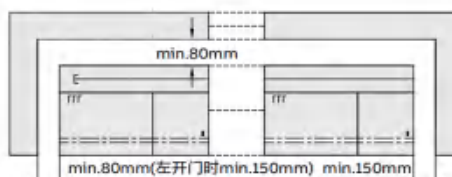

图2 侧出线柜体距离墙面的距离
- 侧出线开关柜距离墙壁需保留至少80mm的距离。(见图2)
- 为了能够容易的放置最右侧的一个开关柜，成排布置的开关柜右开门时，与墙面至少需保留150mm的距离。(见图2)
- 若开关柜为左开门，最左侧的开关柜距离墙面的距离至少为150mm，以便门能够打开90°以上。(见图2)